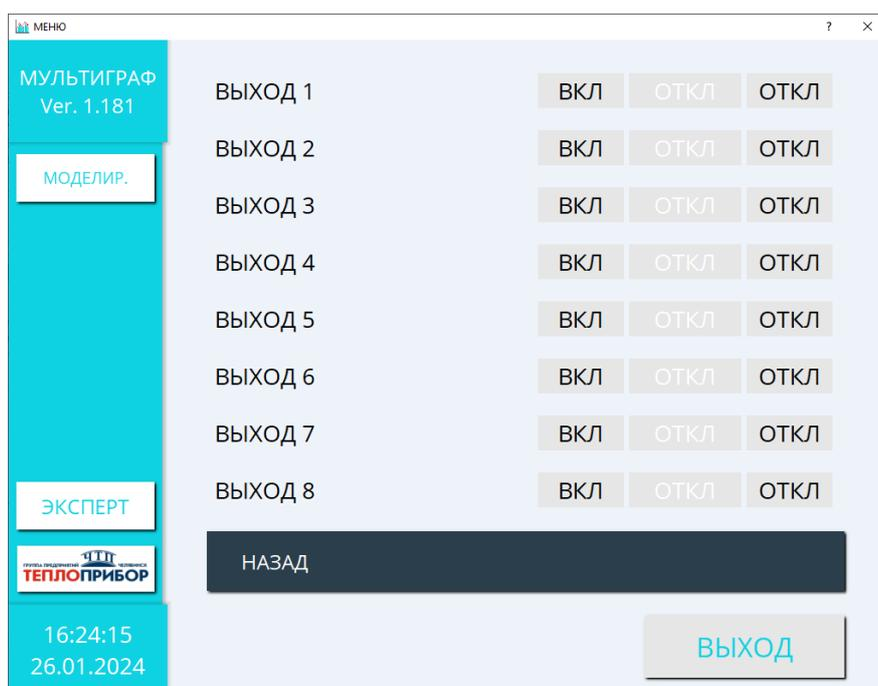

Рисунок 2.65 – Моделирование
2.4.4.3.5 «МОДЕЛИРОВАНИЕ». Окно доступно в режиме «Эксперт» и позволяет вручную управлять модулем платы дискретных выходов (электромагнитные реле, слаботочные реле либо оптосимисторные выходы) переводя во включенное либо выключенное состояние необходимый выход (рис. 2.65).